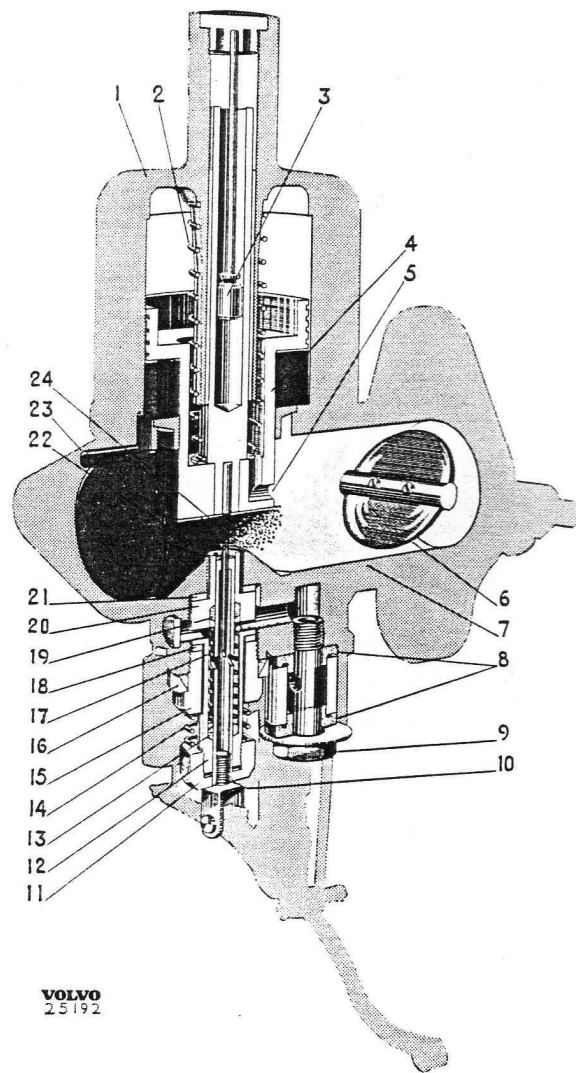

Bild 1-20. Vergaser, betriebsbereit
Die Menge des Kraftstoff-Luftgemischs, das dem Motor zugeführt wird, regelt die Drosselklappe (6), Bild 1-20 im Vergaserhäuse (7).
Zum Anlassen eines kalten Motors dient zwecks Anreicherung des Kraftstoff-Luftgemischs eine Vergasereinrichtung, mit der sich die Düse senken lässt. Bei gesenkter Düsenstellung ist dem Kraftstoff, da die Düsennadel konisch ist, ein grösserer Durchflussquerschnitt freigegeben. Die Vergaser sind nicht mit Luftklappen versehen. Die Düse ist mit ihrem gabelförmigen Unterteil nicht direkt in das Vergasergehäuse eingesetzt, sondern auf- und abwärtsbeweglich in zwei Halterungsringen (12 und 20, Bild 1-20) gelagert.